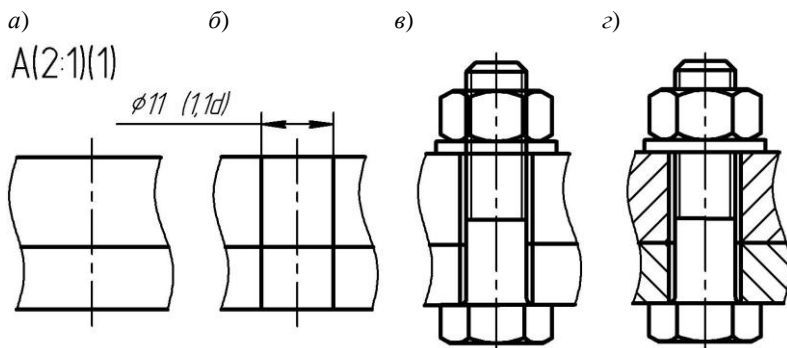

Рис. 3. Этапы разработки болтового соединения
10. В новом текущем виде начертите контуры соединяемых деталей (рис. 3, а). Для изображения линии обрыва используйте команду *Волнистая линия* панели *Обозначения*.
11. Выполните изображение сквозного отверстия (рис. 3, б). Для этого щелкните на кнопке с пиктограммой **Менеджер библиотек** на *Стандартной панели* и вызовите *Прикладную библиотеку КОМПАС* (папка **Прочие**). В папке *Гладкие отверстия* из перечня гладких отверстий выберите *Сквозное отверстие* и двойным щелчком откройте окно **Сквозное отверстие**. В диалоговом режиме назначьте параметры этого отверстия в соответствии с диаметром метрической резьбы болта М10 и высотой соединяемых деталей. Установите фантом изображения сквозного отверстия на фрагменте, указав точку вставки и задав на панели свойств угол поворота 90°.
12. Скопируйте с первого листа макроэлементы изображений болта, гайки и шайбы и вставьте их в сформированный фрагмент чертежа, предварительно убедившись, что данный *Вид (Вид 1) текущий*. Вызовите поочередно диалоговые окна задания параметров элементов и удалите “галочку” в опциях *Упрощенно* и *Создать объект спецификации*, приведя тем самым изображения болта и гайки к конструктивному виду (рис. 3, в).
13. Удалите лишние линии (рис. 3, г) и нанесите штриховку, идентичную штриховке соответствующих деталей на первом листе сборочного чертежа.